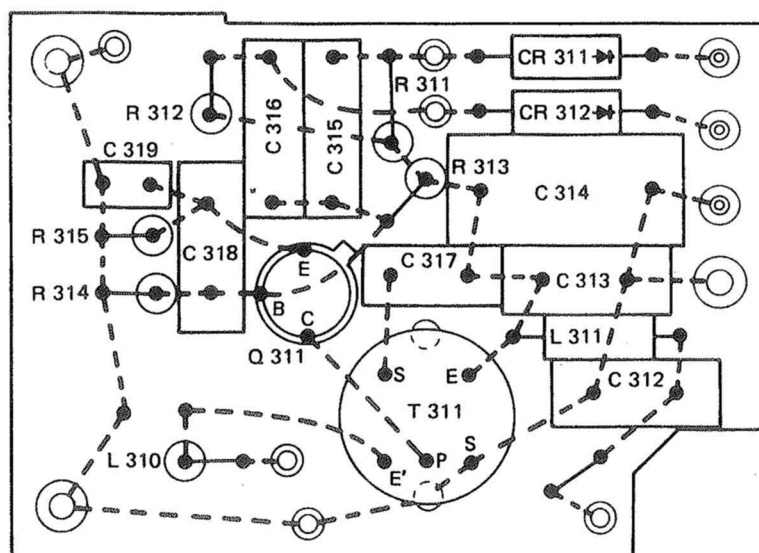

Fig. 3-5-3 — BASETTA OSCILLATORE 4,3 MHz
- *Basetta oscillatore 4,3 — 4,35 MHz* (Dis. 423301) Fig. 3.5.3